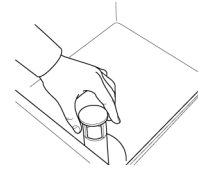

Abb. 12
- Öffnen Sie die Tür und überprüfen Sie, ob sich alle internen Bestandteile, einschließlich des Überlaufs, an den jeweils dafür vorgesehenen Orten befinden. (Abb. 12).